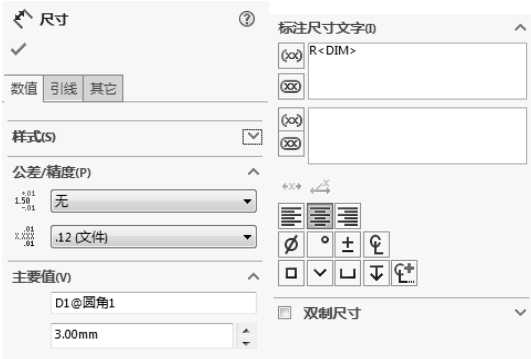

图 8-2 “尺寸”属性管理器
- 3) 在“数值”选项卡的“主要值”选项组的文本框中输入尺寸名称，如图 8-2 所示。单击 （确定）按钮。